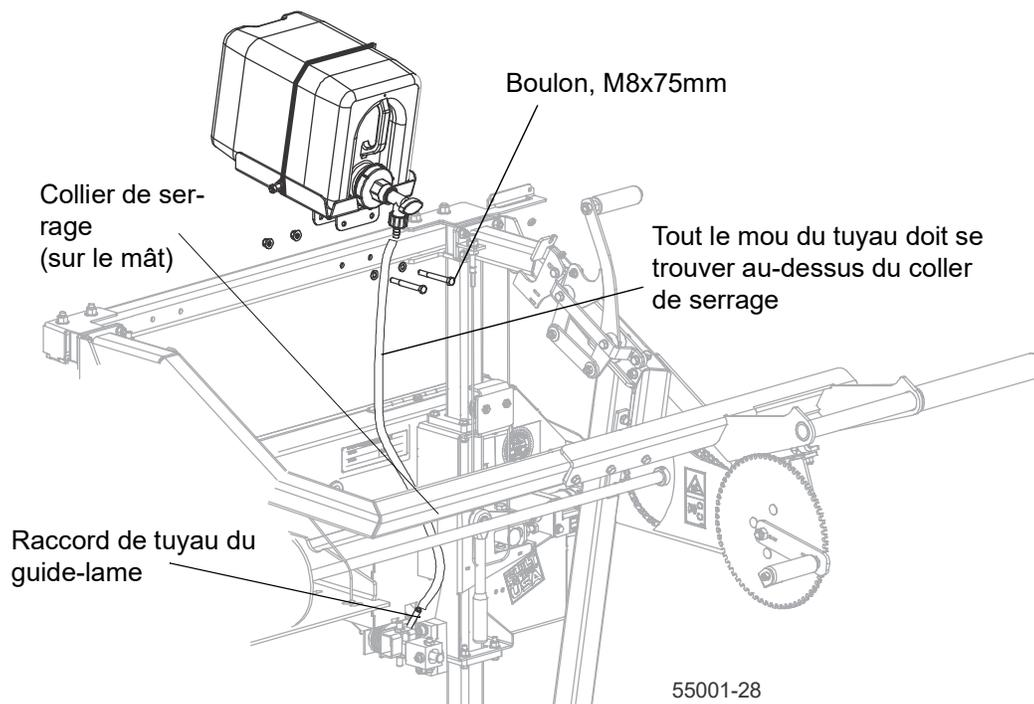

FIG. 3-36
1. Installez la console du réservoir d'eau sur le tube transversal du mât en utilisant les boulons M8x75. Voir Figure 3-36.